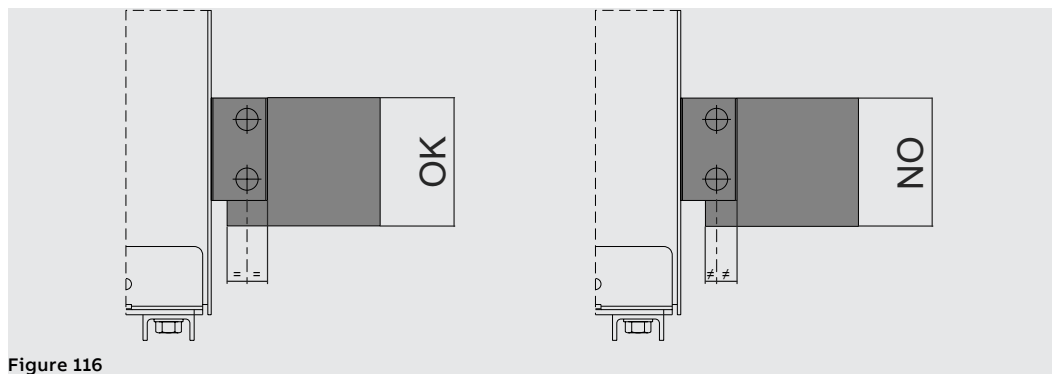

Figure 116
- Garantir que la distance entre trous et extrémité de la prise et entre trous et extrémité de la barre soit la même. Voir exemple Figure 116.